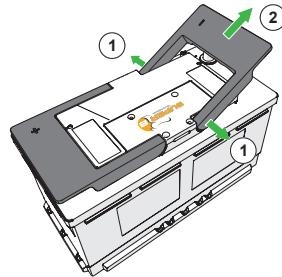

Abbildung 11. Entfernen Sie die Griffe, indem Sie sie nach außen ziehen
- b) Entfernen Sie die Griffe, indem Sie sie nach außen ziehen. (Abbildung 11)